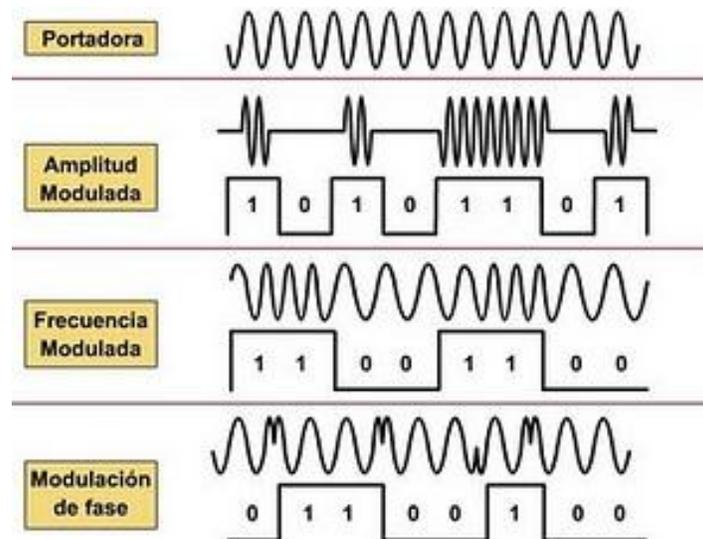

Figura 5. Tipos de modulación de la tecnología RFID [URL18]
Los datos se envían mediante una modulación, en el que se modifica la frecuencia o amplitud para poder completar la transmisión, que a su vez depende de la interfaz aérea. En el caso de la modulación por amplitud (AM), se altera la altura de la onda, cuando existe un, 1 lógico existe amplitud de onda y en ceros lógicos no hay señal. En la modulación por fase (FM), la alteración se presenta en la frecuencia de la onda, siendo la onda menos frecuente en la representación del cero y más frecuente en la representación del uno lógico. Y la modulación por fase (PM), altera los estados electromagnéticos de la onda, en cada cambio de estado se presenta una alteración en la onda, como se muestra en la figura 5. [WAY03][LAP05][WEI03]